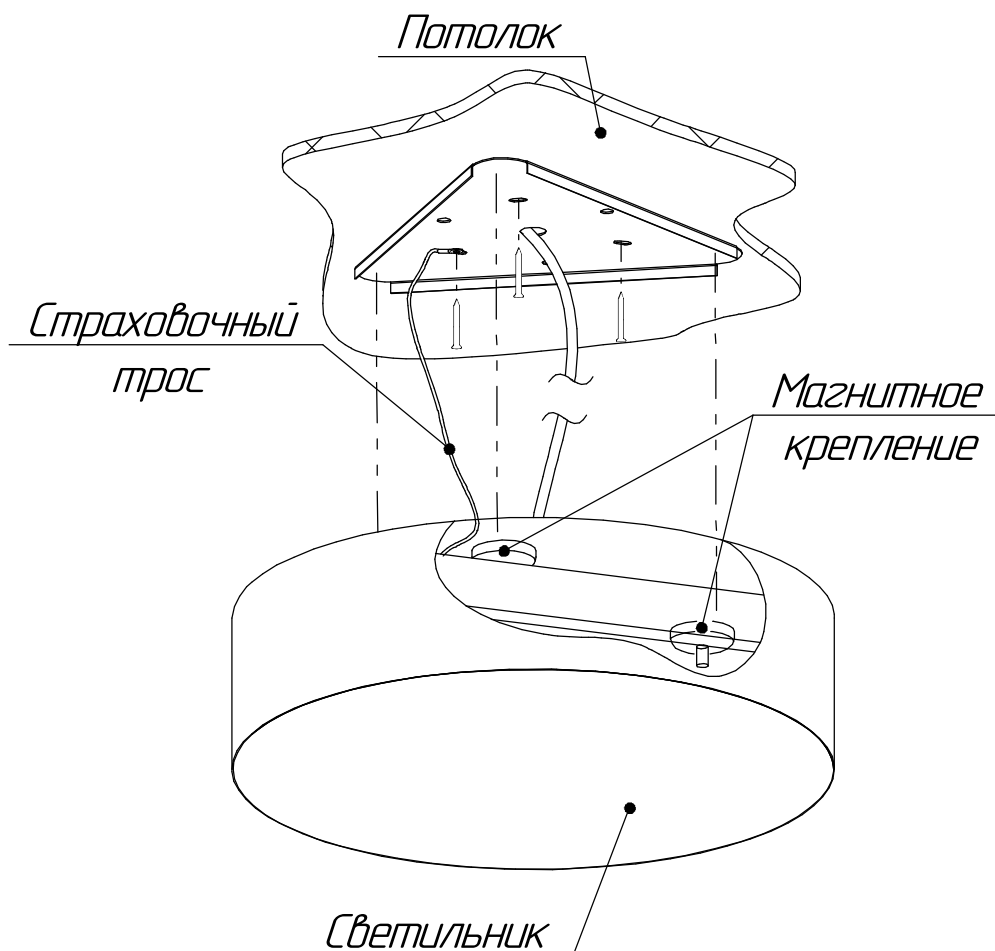

Рисунок 2 - Схема установка светильника.
5.5 Закрепите пластину монтажную в размеченные места, параллельно закрепив страховочный трос установленный на светильнике рис. 2.
5.7 Прикрепите светильник к потолку, совместив пластину монтажную с магнитами на светильнике рис.2.